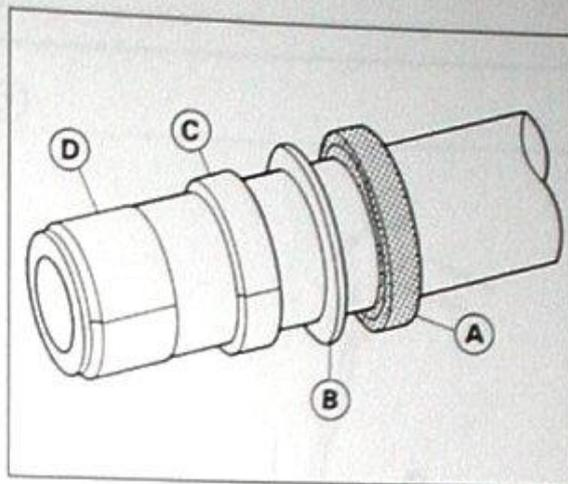

Bild 277
- Falls demontiert, Nylon-Kolbenring von Hand auf Dämpferstange anbringen (Bild 277).